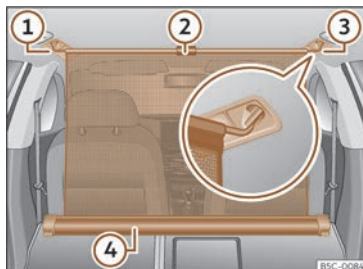

Fig. 184 Al maleter: xarxa de separació enganxada amb els respallers del seient posterior abatuts.
- Estireu la llengüeta >>> **fig. 184** ② cap amunt per treure la xarxa de la carcassa ④.
- Subjecteu la xarxa de separació al costat dret o esquerre >>> **fig. 184** ③ (imatge ampliada).
- Subjecteu la xarxa de separació a l'allotjament de l'altre costat >>> **fig. 184** ① estirant la barra.
La xarxa de separació està ben muntada quan els extrems en forma de T estan enganxats fermament als allotjaments corresponents >>> **fig. 184** ③ i ①.
- Enrotlleu la xarxa a la carcassa >>> **fig. 184** ④ abaixant-la amb la mà.